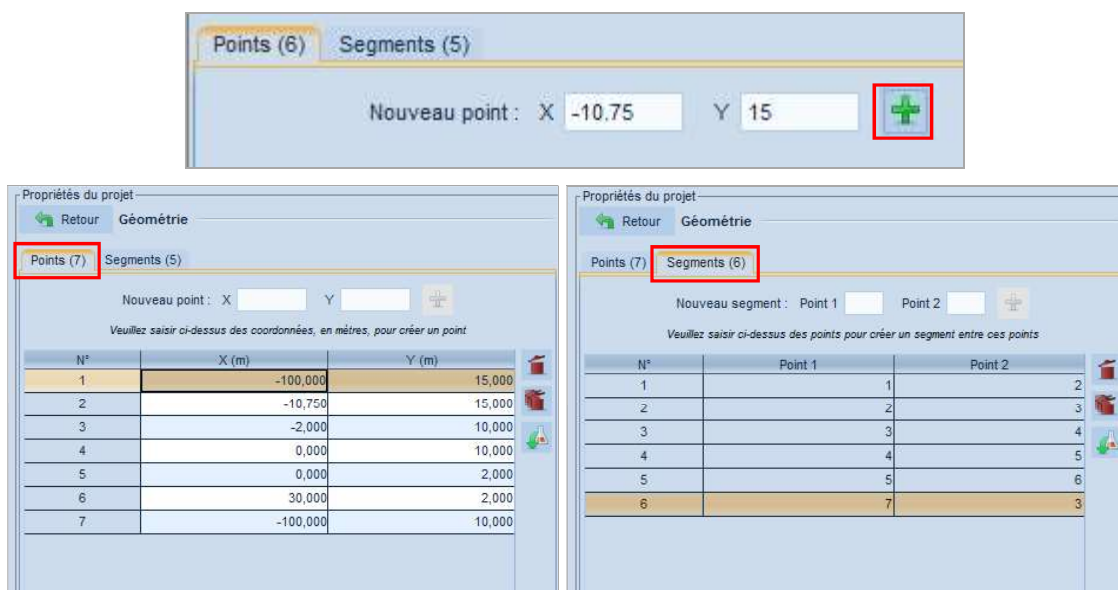

Figure 7. Volet des propriétés "Géométrie du projet", onglets "Points" et "Segments"
- Choisir l'item **Géométrie**  de l'arborescence du projet. Les propriétés du projet de la Figure 7 apparaissent (onglets **Points** et **Segments**). Si vous avez déjà saisi des points à la souris, ceux-ci figurent dans le tableau.
Lorsque tous les points sont définis, cliquer sur l'onglet **Segments** (Figure 7) : le tableau de l'ensemble des segments déjà définis apparaît alors. Il est possible de modifier ou ajouter des segments, comme pour les points.